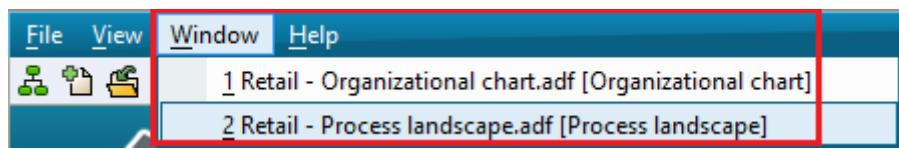

Рисунок 1.7
7. Для переключения между окнами моделирования, в случае если выполняется работа над несколькими различными моделями, можно использовать раздел меню «Window» (рисунок 1.7).